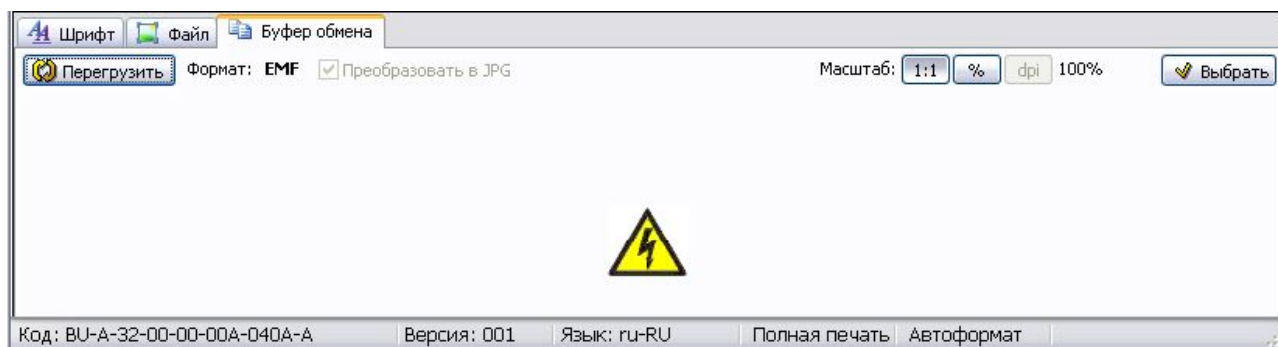

Рис. 3.31
6. Нажмите кнопку **Перезагрузить**. После этого изображение символа появится в окне (Рис. 3.31).